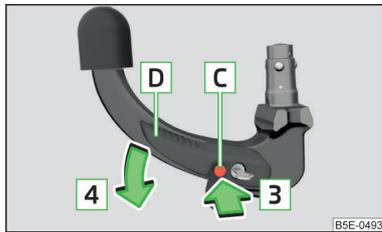

Abb. 187
- Den Auslösebolzen **C** in Pfeilrichtung **3** bis zum Anschlag hineindrücken und gleichzeitig den Bedienungshebel **D** in Pfeilrichtung **4** bis zum Anschlag drücken » Abb. 187.